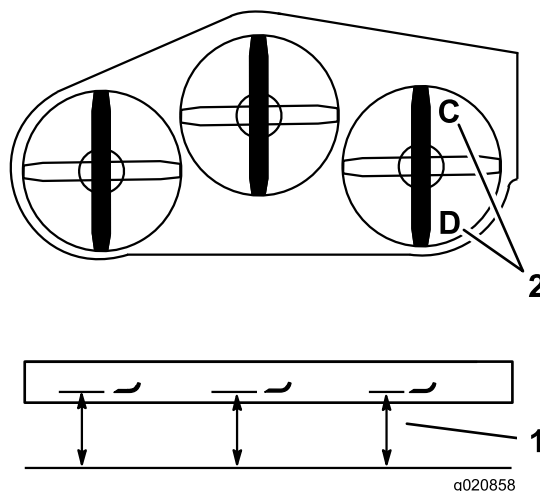

**Figura 83**
10. Su ogni forcella, controllate la distanza tra la forcella stessa e il braccio di sollevamento del piatto. Questa distanza deve essere di 11 mm. Vedere Figura 83.
12. Allentate il controdado e regolate il bullone per ottenere la distanza corretta mostrata in Figura 83.